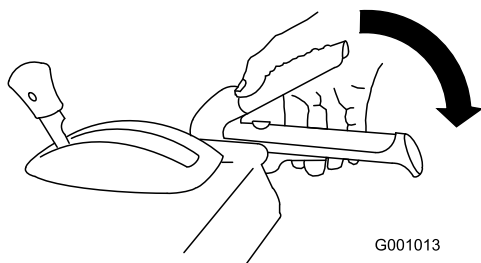

Figure 29
1. Pour engager la vis sans fin/turbine, serrez le levier droit (vis sans fin/turbine) contre la poignée (Figure 29).